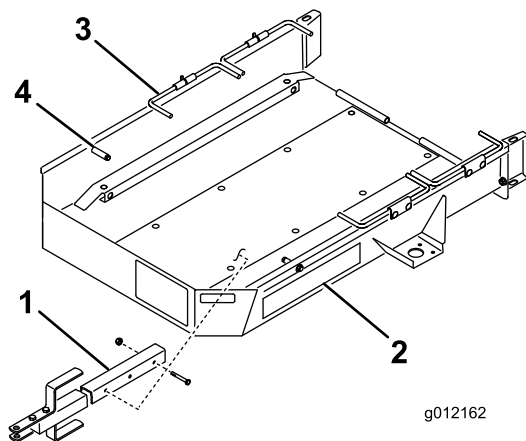

Figura 1
1. Fissate il gruppo timone alla staffa di montaggio nella parte sottostante del pianale del rimorchio con 2 bulloni ( $3/8 \times 2^{3/4}$ " ), 2 distanziali e 2 dadi di bloccaggio. Nella maggior parte delle applicazioni utilizzate la serie anteriore di fori di montaggio del timone e della staffa (Figura 1).
3. Rimuovete i cesti dalla macchina, disinserite i comandi della trazione e portate l'acceleratore in posizione di minimo. Conducete **lentamente** la macchina sopra il rimorchio sinché le ruote di trasporto entrano in contatto con i fermi del rimorchio (Figura 1).
5. Ruotate la prima serie di aste delle ruote verso il basso dietro alle ruote di trasporto (Figura 1).